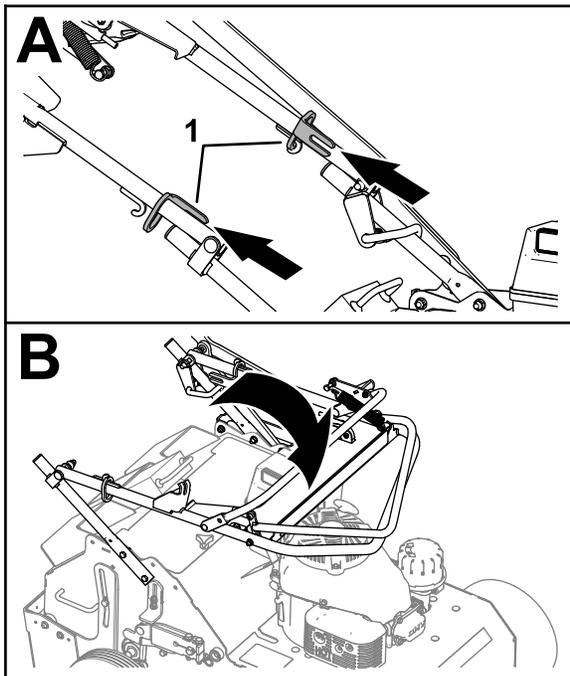

Рисунок 21
1. Переместите 2 стопорных кольца рукоятки назад (Рисунок 21).